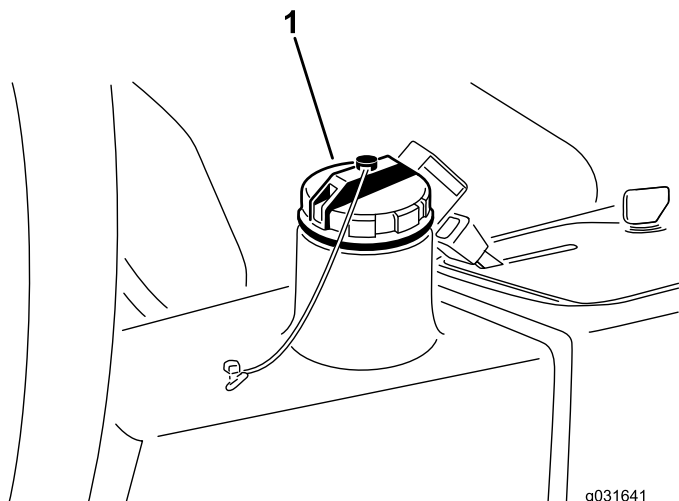

Figure 67
4. Versez environ 13,2 litres de liquide hydraulique dans le réservoir (Figure 67) ; voir Contrôle du système hydraulique (page 55).